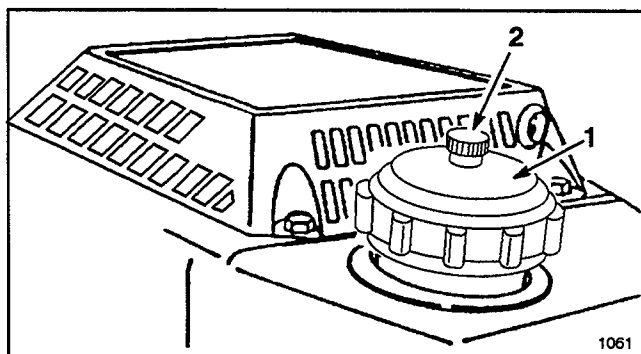

Figure 8
2. Ouvrir la vis de dégazage du bouchon de réservoir de carburant (Fig. 8) en la tournant vers la gauche.